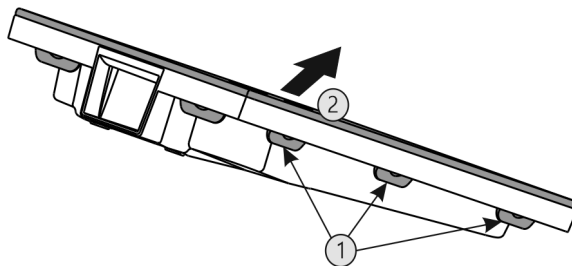

Fig. 82
- ▶ Stlačte za sebou všechny západky Fig. 82 (1) a sejměte kryt Fig. 82 (2).